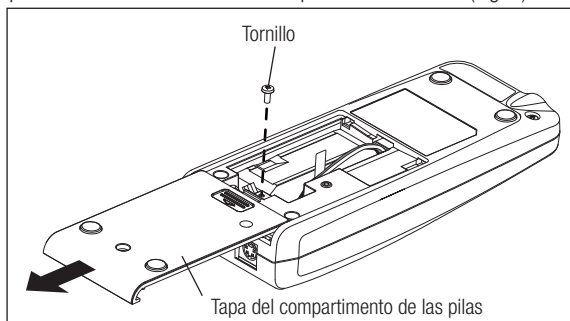

Fig. 6
- 3) Retire la tapa del compartimento de las pilas deslizándola en la dirección que indica la flecha. (Fig. 6)